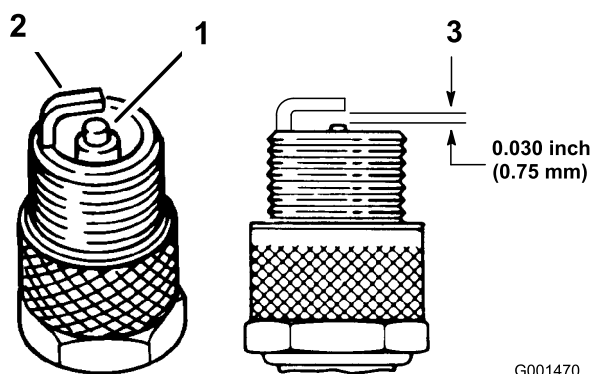

Figura 36
1. Mire la parte central de las bujías (Figura 36). Si se observa un color gris o marrón claro en el aislante, el motor está funcionando correctamente. Si el aislante aparece de color negro, significa que el limpiador de aire está sucio.
2. Compruebe la separación entre los electrodos central y lateral (Figura 36). Si la distancia no es correcta, doble el electrodo lateral (Figura 36).
3. Conecte los cables a las bujías (Figura 36).